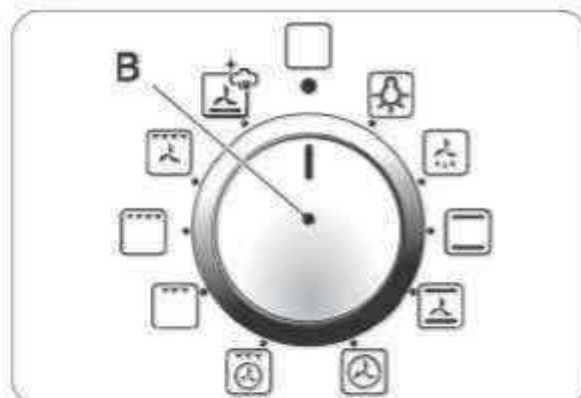
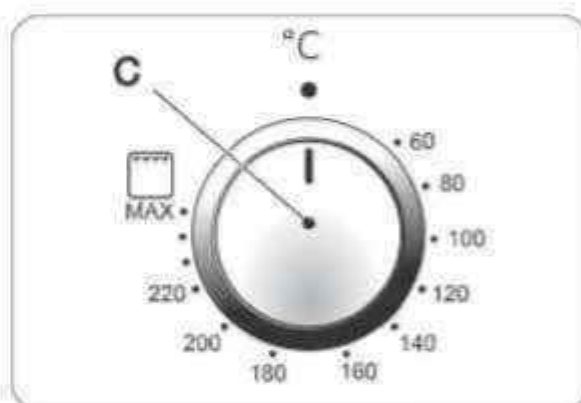

Abb. 4.2
Abb. 4.3
Zum Einschalten und Verwenden des Backofens im manuellen Modus (mit Ausschluss des Garprogramms) genügt es, den Drehknopf zur Auswahl des Garmodus (B, Abb. 4.2) in die gewünschte Position zu stellen und dann die Temperatur mit dem Thermostaddrehknopf (C, Abb. 4.3) einzustellen.
- 3 - Stellen Sie mit dem Drehknopf zur Auswahl des Garmodus (B, Abb. 4.2) die gewünschte Garfunktion ein und verwenden Sie den Drehknopf (C, Abb. 4.3), um den Thermostat einzustellen.